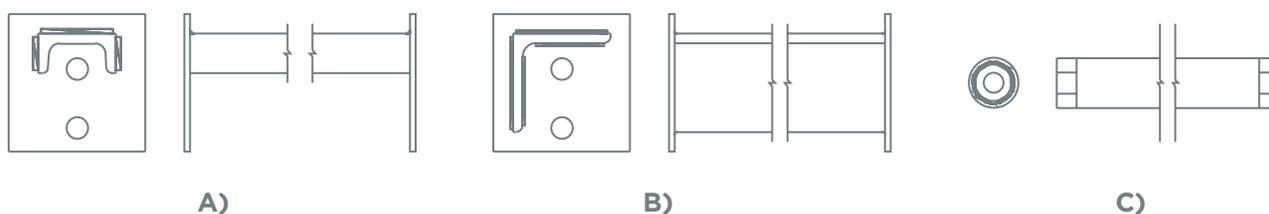

Figura 5:
Se encargan de soportar las cargas provenientes de las pistas o superficies de deslizamiento para transmitir las a los perfiles laterales. El tamaño y separación depende de la carga a transmitir. La forma se determina según la comodidad para trabajar sobre los bulones de fijación de las pistas de deslizamiento. Las secciones de los perfiles más usados en travesañes se ejemplifican en la figura 5.
- Figura 5:
Los travesañes según las disposiciones a) y b) de la Figura 5 se fabrican con perfiles laminados como por ejemplo perfiles “C” o “Ángulo” a los cuales se les suelda una pletina en el extremo. La función de la pletina es permitir la vinculación, a través de bulones, del travesañes con el perfil lateral. En la parte superior del travesañes se fijan las pistas de deslizamiento.